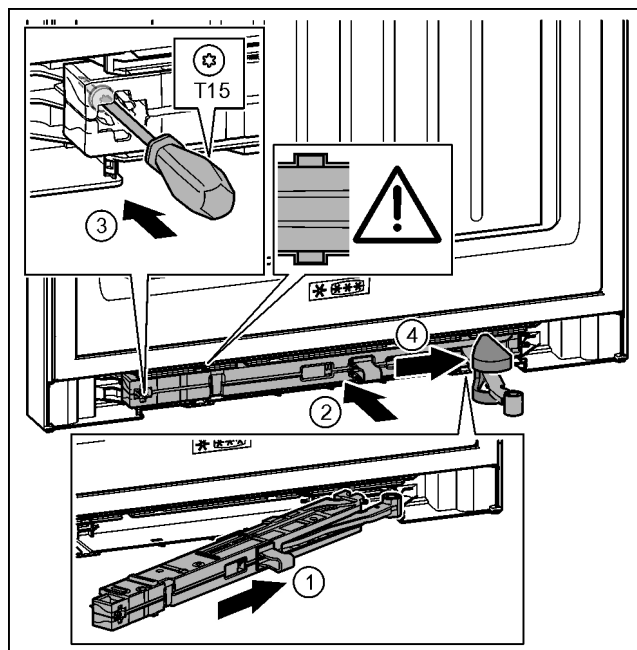

Fig. 39
- ▶ Schließdämpfereinheit auf der Lagerbockseite bis zum Anschlag schräg in die Aussparung einschieben. Fig. 39 (1)
- ▶ Schließdämpfereinheit vollständig in Aussparung schieben. Fig. 39 (2)
- ▶ Die Einheit ist richtig positioniert, wenn die Rippe der Schließdämpfereinheit in der Führung liegt. Fig. 39 (3)
- ▶ Schraube mit einem Schraubendreher T15 festschrauben. Fig. 39 (4)
- ▶ Abdeckung über Gelenk schieben. Fig. 39 (4)